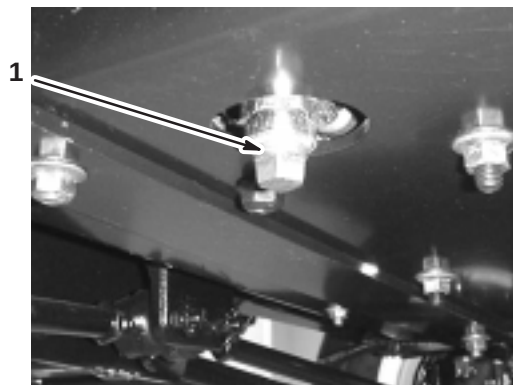

Figure 29
5. Enlevez le bouchon de vidange (Fig. 29).